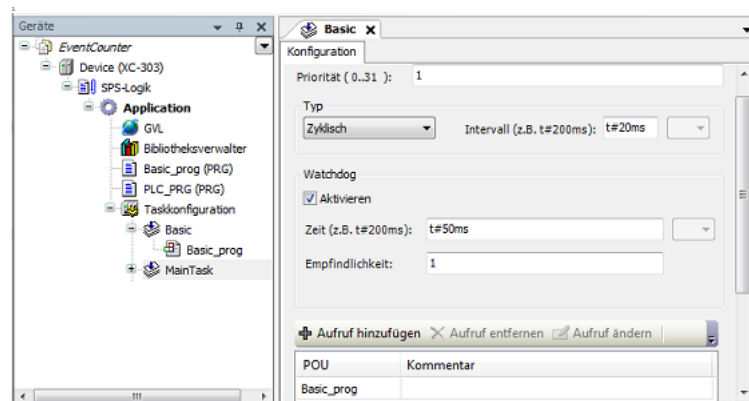

Abbildung 48: Parametrieren der zyklischen Task mit Programmaufruf
- ▶ Parametrieren Sie die Task im Dialogfenster wie in Abbildung 48.